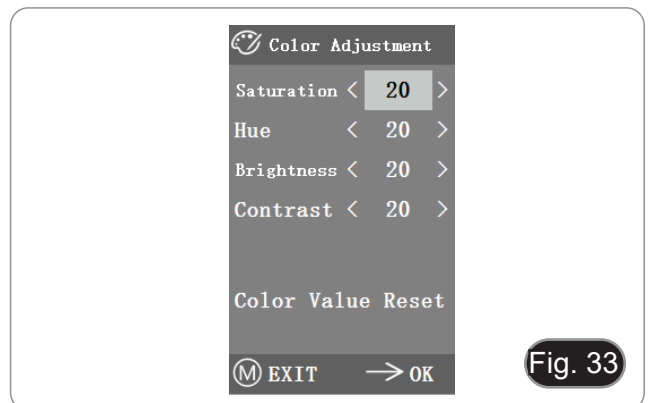

Fig. 33
1. Após entrar no menu de ajuste de cor (Fig. 33), Saturação, Tonalidade, Brilho e Contraste podem ser ajustados para que a imagem atinja o nível requerido.